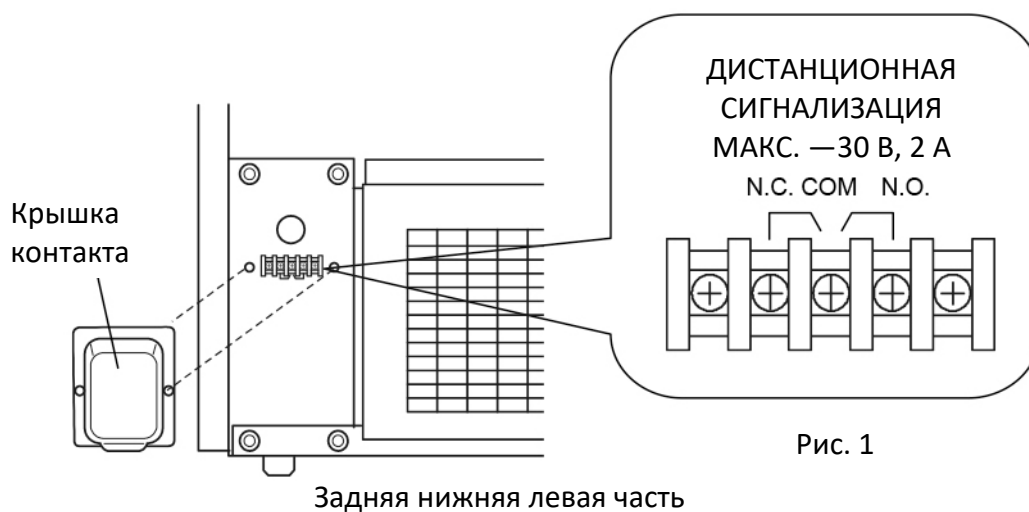

Рис. 1
1. Снимите крышку контакта в задней левой нижней части корпуса холодильника, открутив два винта (Рис. 1).